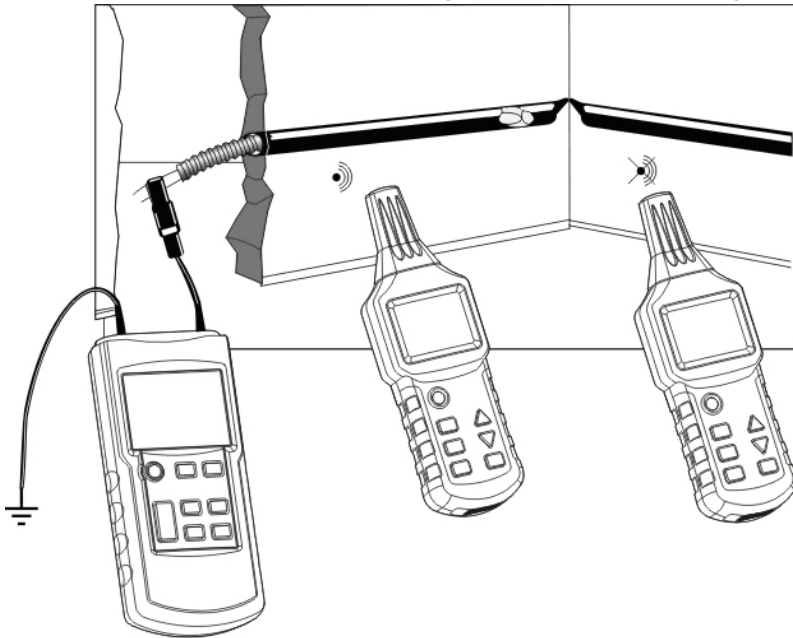

Fig.14
- De emitter is verbonden met een metalen spiraalvormige buis (metalen buis of slang) en een hulpaarde, zoals geïllustreerd in Fig.14;